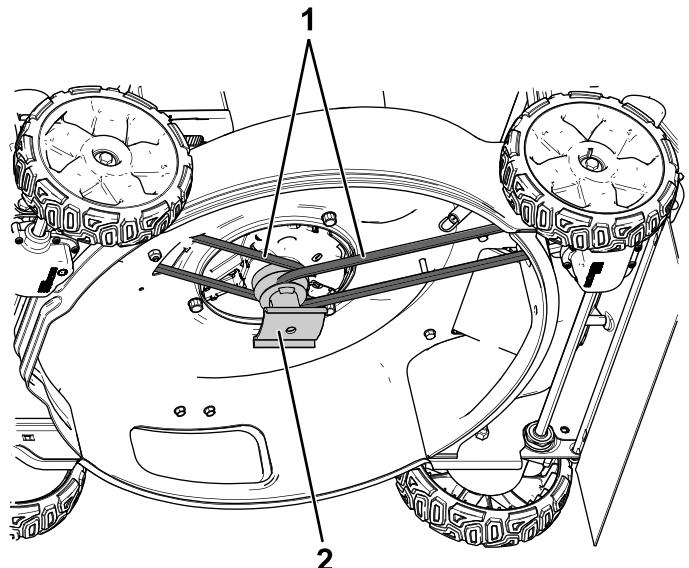

Bild 4
8. Nehmen Sie beide Riemen vom Messerantrieb ab und entfernen Sie dann den Messerantrieb; bewahren Sie ihn auf (Bild 4).